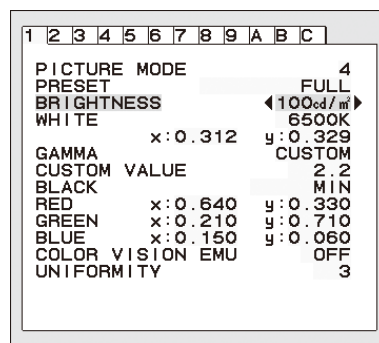

图.3
2. 设置暗度级别。这是当环境光线较暗时显示器能下降的最小亮度级别。当设置此级别时，确保室内处于最黑暗状态。然后使用正面按钮将光标上移至 BRIGHTNESS (亮度) 设置。选择所需的亮度级别(图.3)。